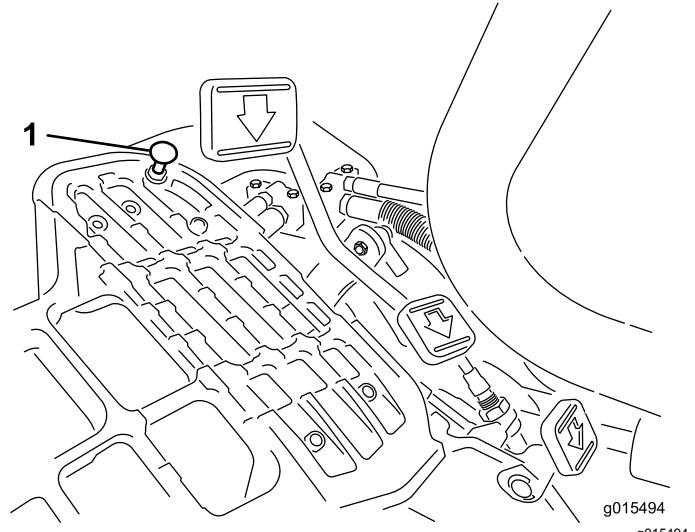

Bild 38
Stellen Sie den Funktionsschalthebel in die TRANSPORT-Stellung und treten Sie auf das Fahrpedal, um die maximale Transportgeschwindigkeit zu erreichen. Wenn das Pedal den Anschlag erreicht (Bild 38), bevor das Kabel gespannt ist, führen Sie folgende Einstellungsschritte aus:
- Stellen Sie den Funktionsschalthebel in die TRANSPORT-Stellung lösen Sie die Sicherungsmutter, mit der der Pedalanschlag an der Bodenplatte befestigt ist (Bild 38).